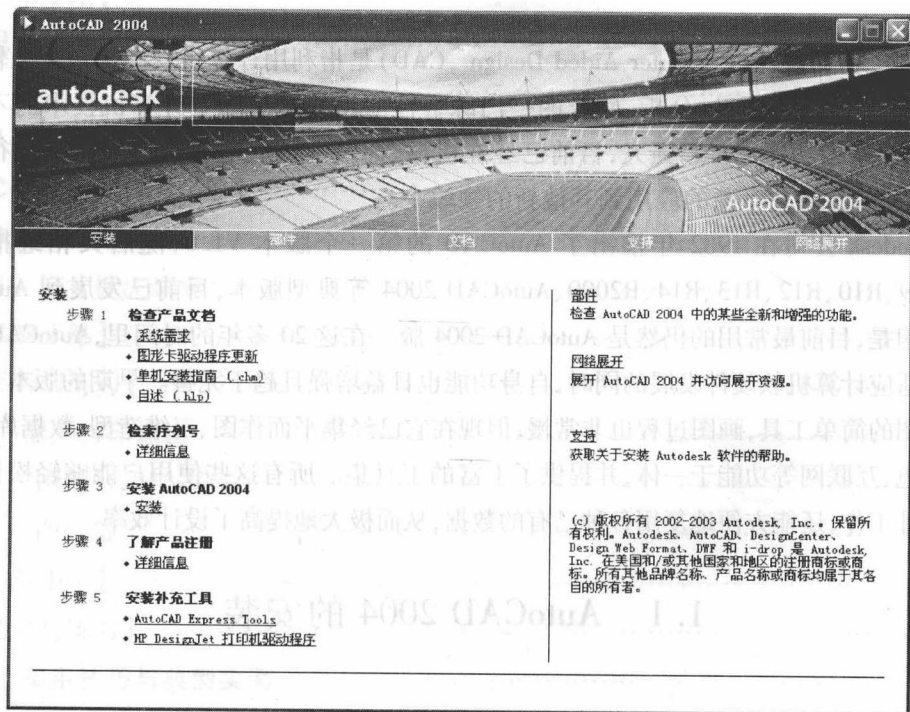

图 1-1 安装向导界面
(1)在安装 AutoCAD 2004 之前,关闭所有正在运行的应用程序,将 AutoCAD 2004 的安装盘放入 CD-ROM 光盘驱动器,稍后即会出现 AutoCAD 2004 的安装界面。如果关闭了光盘的自动运行功能,只需要找到光盘驱动器下的“Setup.exe”文件,鼠标左键双击该文件,也可以启动 AutoCAD 2004 的安装程序,切换到“安装”选项卡,单击“安装”链接启动安装向导,如图 1-1 所示。